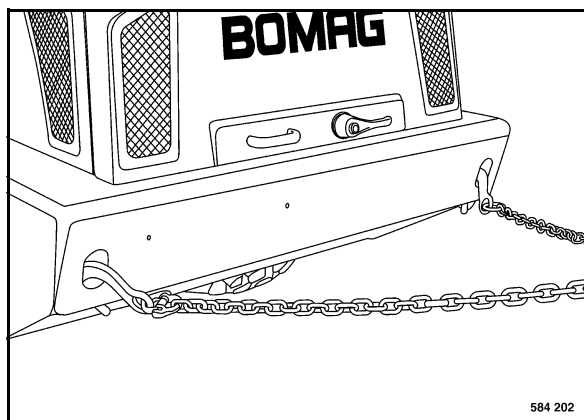

Fig. 62
- Fijar las cadenas (Fig. 62) o cables de remolque en la argolla de forma segura.